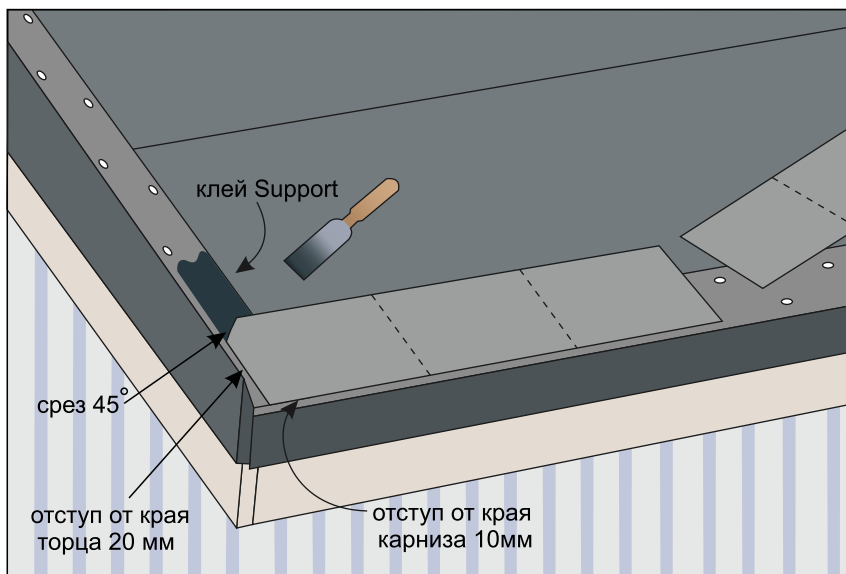

Рис.19
- Карнизная черепица укладывается поверх металлических карнизных планок. Удалите защитную пленку с клейкой поверхности на внутренней стороне гонта, и прижмите клейкую сторону карнизного гонта к металлической карнизной планке таким образом, чтобы приблизительно 10мм поверхности ее наклонной части оставались видимыми (рис.19);
- Также необходимо сделать отступ от торцевой планки минимум на 20мм для обеспечения свободного оттока воды (рис.19);
- Верхний угол гонта, который приходит встык к торцевой планке необходимо подрезать под углом 45 градусов (рис.19);